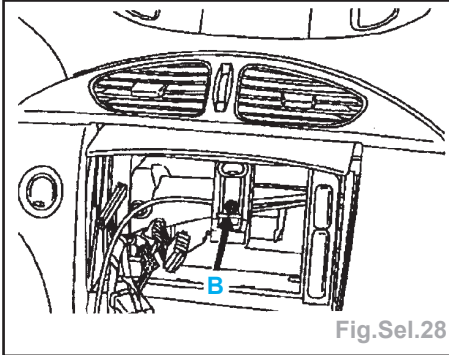

Fig.Sel.28
- Déposer la vis de fixation de planche de bord (B) (Fig.Sel.28).